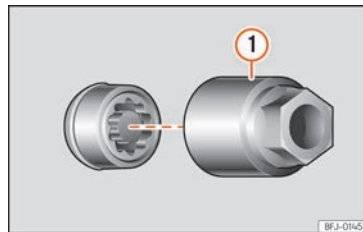

Fig. 32 Caragol antirotatori de la roda amb caputxó i adaptador.
- Encaixeu l'adaptador especial »» fig. 32 ① (eina de bord »» pàg. 38) en el caragol antirotatori de la roda fins al límit.